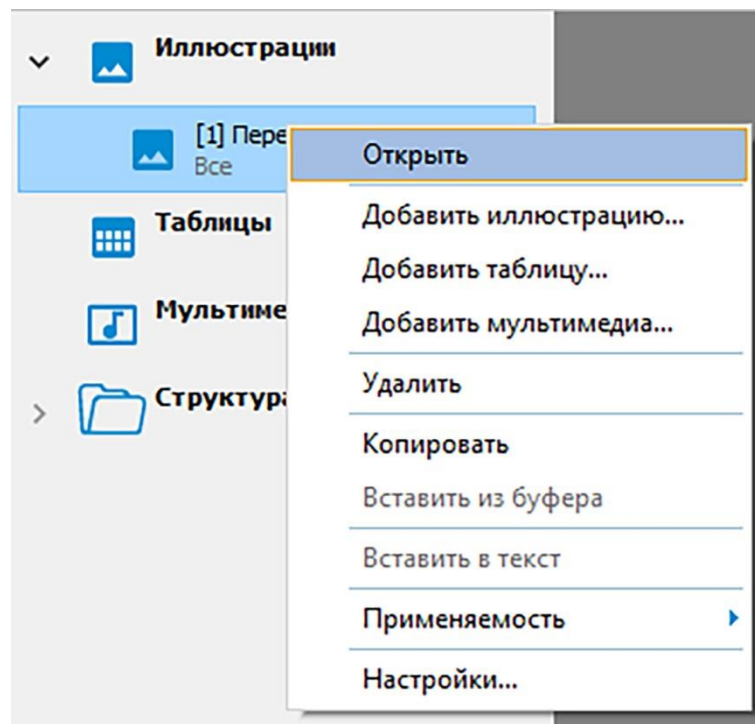

Рисунок 240
1) В левой части окна редактора в списке объектов **Иллюстрации** найдите название вставленной в документ иллюстрации (рисунок 240).
2) Щелкните по названию иллюстрации правой кнопкой мыши. В контекстном меню выберите команду **Открыть** (рисунок 240).
2) Выберите из контекстного меню команду **Свойства** (рисунок 240).